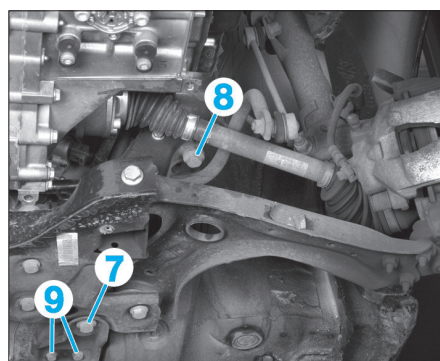

FIG. 26
- visser les outils [1] en (8) (Fig.26).